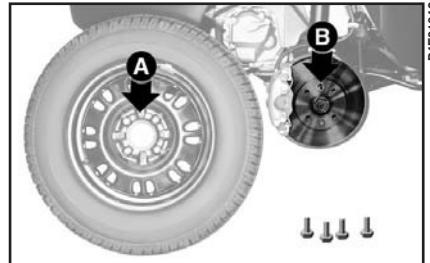

рис. 5
**8)** Убедитесь, что опорная поверхность запасного колеса чистая: грязь может стать причиной ослабления затяжки крепежных болтов. Установите запасное колесо, совместив отверстия **A** (рис. 5) со штырями **B**.